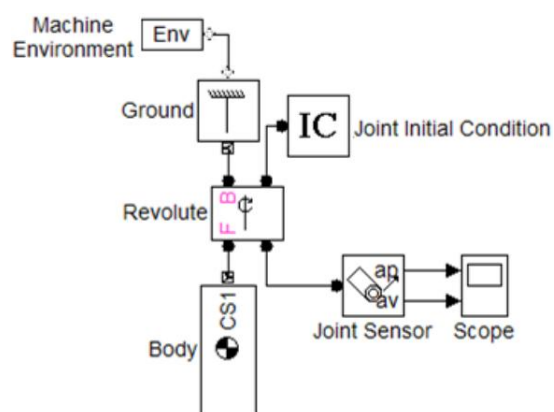

Рис. 8.4. SimMechanics – модель маятника
Чтобы построить SimMechanics-модель маятника нужно перенести соответствующие блоки в окно модели и соединить их вместе. Блоки SimMechanics имеют специальные порты, которые соединяются линиями. Эти соединительные линии не передают данные, а представляют собой механические связи между элементами системы. Соединительные линии и специальные порты не могут напрямую подключаться к стандартным блокам Simulink и линиям. Датчики позволяют измерять положение скорость и ускорение элементов механической системы. В модели маятника, можно измерить угол (AP) и угловую скорость (AV) на вращательном шарнире (рис. 8.4).